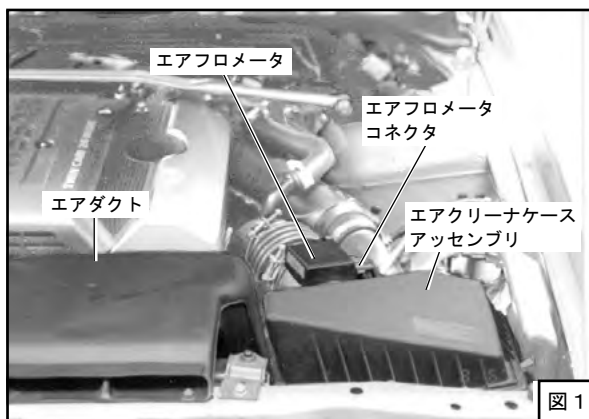

図1
- (1) バッテリーのマイナス端子(－)からケーブルターミナルを取外してください。
- (2) エアダクトを取外してください。(図1、図2)
- (3) エアフロメータのコネクタを外し、エアフロメータとエアクリナーケースアッパを取外してください。(図1、図2)
- (4) エアエレメント、エアクリナーケースロアを取外してください。(図1、図2)
- (5) エアクリナーケースアッパからエアフロメータを取外してください。この時、Oリングも一緒に取外してください。(図1、図2)(エアフロメータ、Oリングは再使用します)